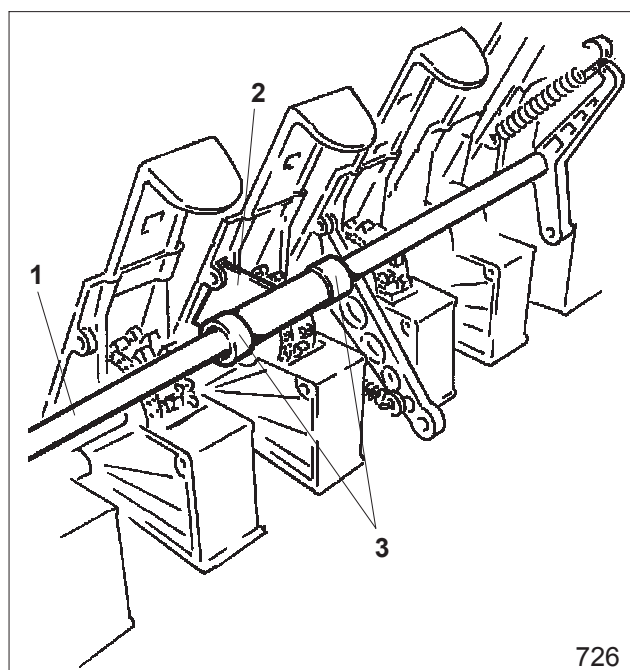

Рис. 18.29
- поднимите промежуточный вал (рис. 18.29/1). Для этого кронштейн (рис. 18.29/2), удерживающий промежуточный вал в осевом направлении, следует продвинуть в пазу высевной коробки; зафиксируйте кронштейн от осевых перемещений с помощью установочных колец (рис. 18.29/3);